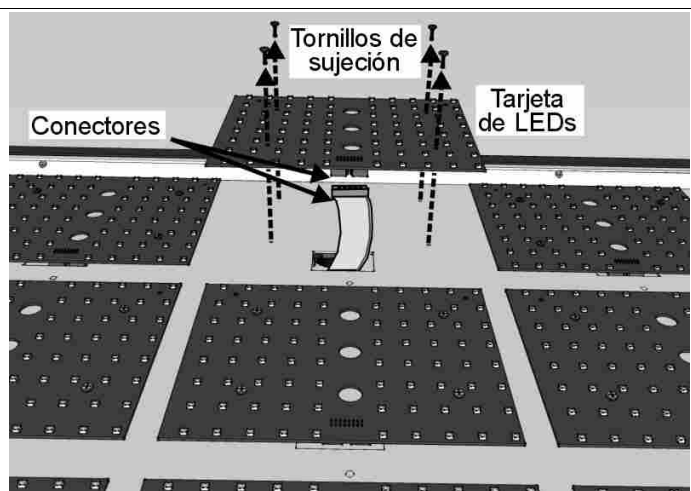

Fig. 15: Cambio de una tarjeta de LEDs
2. Quite los tornillos de sujeción de la tarjeta que hay que cambiar (Fig. 15); saque un poco la tarjeta de su posición para poder sacar el conector del cable de conexión plano.